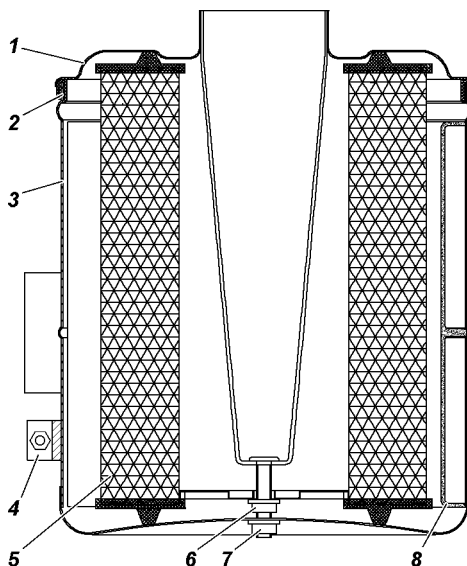

Рис. 9.10. Воздушный фильтр:
**Воздушный фильтр.** На автомобиле УАЗ-315195 установлен воздушный фильтр (рис. 9.10) со сменным картонным фильтрующим элементом.